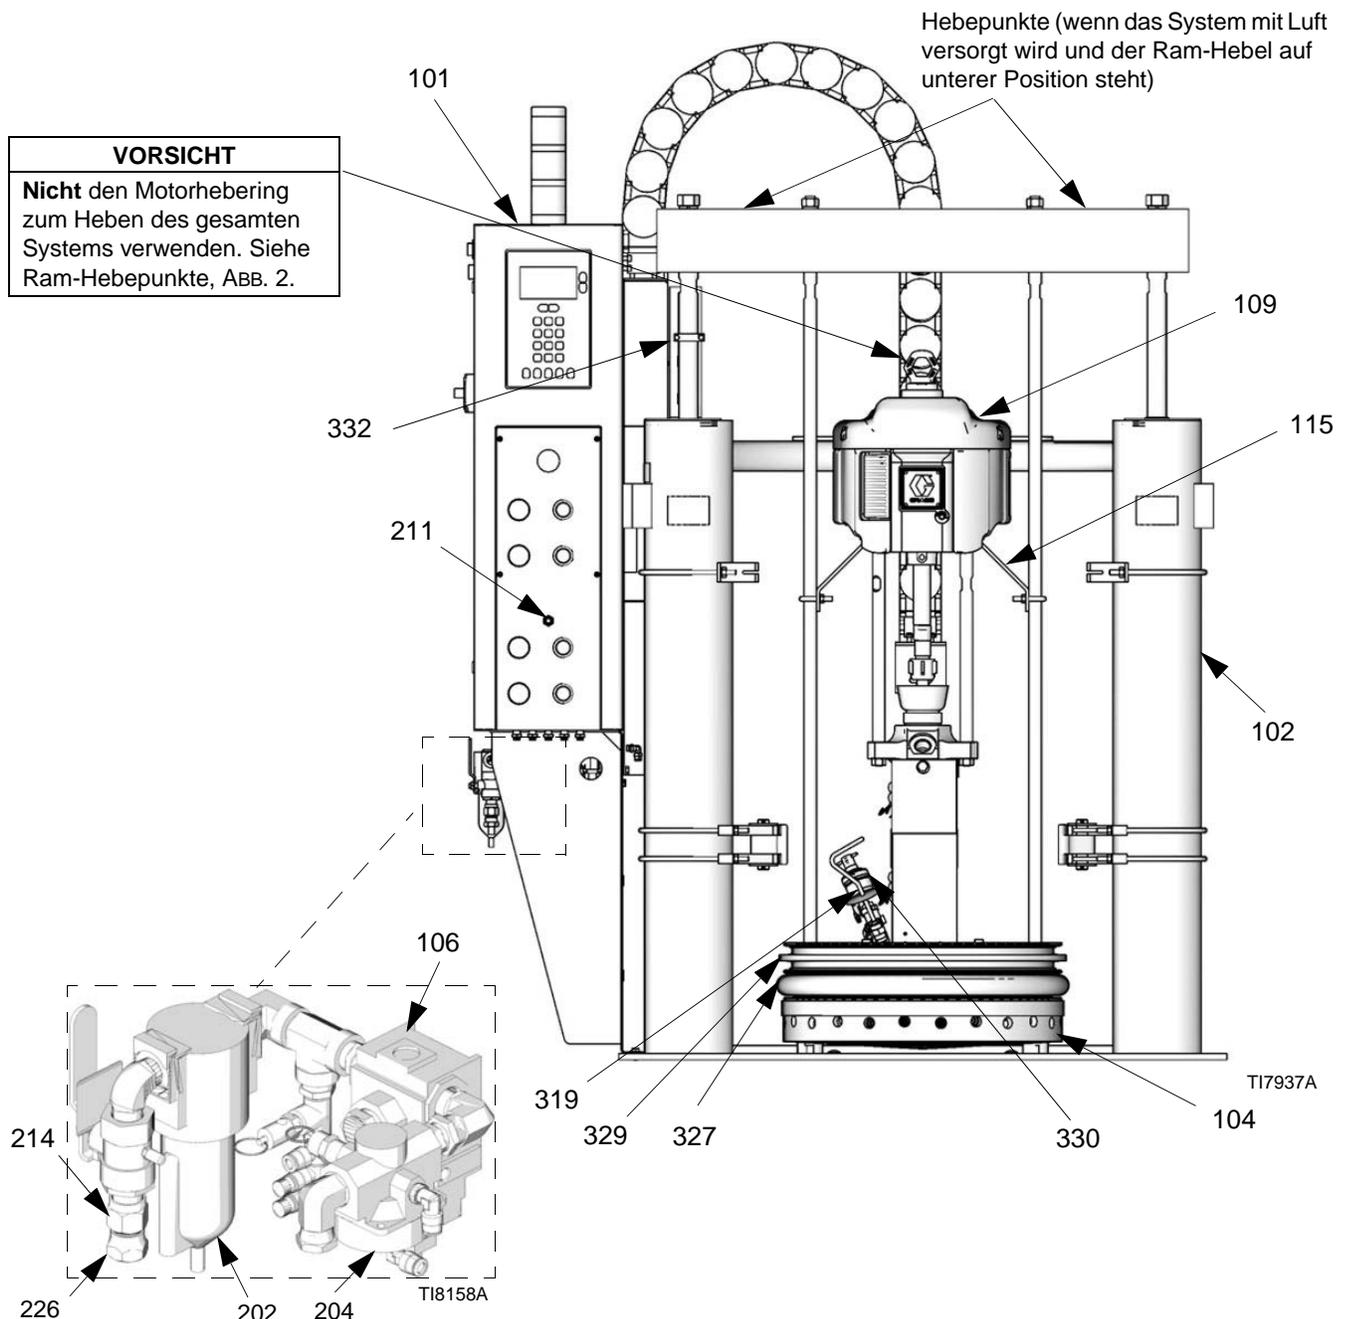

ABB. 2: Typische Installation
Die beschriebene und abgebildete typische Installation ist nur eine Richtlinie zur Auswahl und Installation von Systemkomponenten und Zubehör. Siehe Abb. 2. Ihr Graco-Händler oder die Technische Hilfe bei Graco helfen Ihnen gerne bei der Zusammenstellung eines auf Ihre individuellen Anforderungen abgestimmten Systems.
Nicht den Motorhebering zum Heben des gesamten Systems verwenden. Siehe Hebepunkte, ABB. 2.
6. Die Hebeschlinge um die Stange legen. Siehe ABB. 2 für geeignete Hebepunkte.